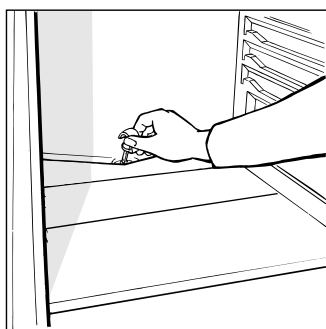

Fig. 2
O descongelo do evaporador ocorre automaticamente durante o funcionamento; a água de descongelo vem recolhida através de um escoador e evapora automaticamente para o exterior. Aconselha-se de limpar periodicamente o furo de escoamento da água de descongelo (ver Fig. 2), para evitar que a mesma se recolha no fundo do frigorífico ao invés de defluir para o exterior.
- o furo da saída de água de descongelação está obstruído (ver fig. 2).